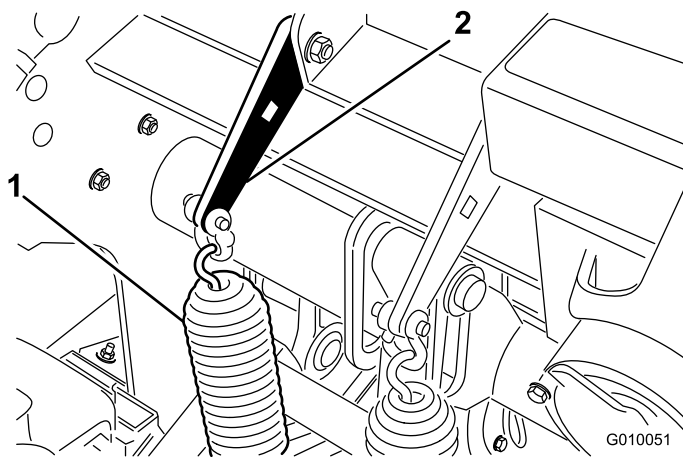

Bild 37
1. Lösen Sie die Muttern der Schlossschraube, mit denen die Federhalterungen am Aerifizierkopf befestigt sind (Bild 37). Nicht entfernen.